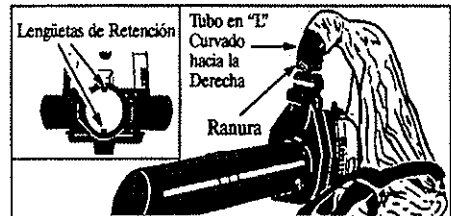

Figura 7
- Alinee las ranuras en el tubo en "L" con las lengüetas de retención dentro de la salida de propulsión. Figura 7 (inserción). Para conseguir el alineamiento correcto, asegúrese de que el tubo en "L" esté curvado hacia la derecha como se muestra en la Figura 7. Introduzca el tubo en "L" en la salida de propulsión. Gire el tubo en "L" hacia la izquierda (en contra del sentido del reloj) hasta que las piezas se fijen en posición.